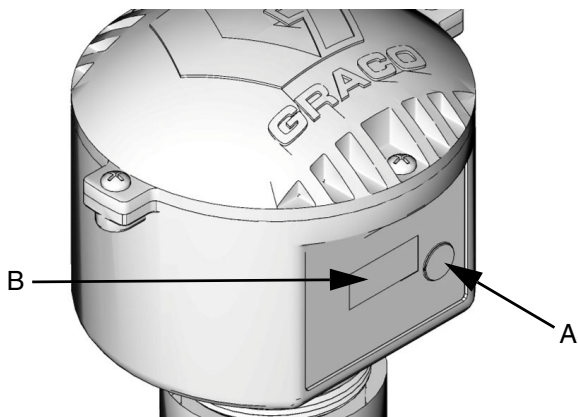

FIG. 8
Premere e rilasciare il tasto Display (A). I dati appaiono sul display (B); ogni schermata dura qualche secondo prima di passare a quella successiva. Vedere FIG. 8.